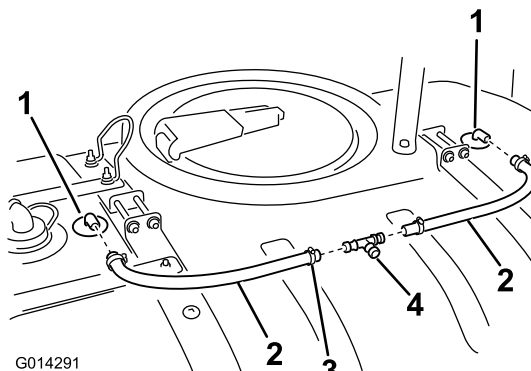

Рисунок 21
2. Установите на конец каждого шланга по шланговому хомуту (Рисунок 21).
3. Установите шланг на штуцер промывочного сопла (Рисунок 21).
2. Подсоедините к тройнику открытые концы уже установленных шлангов промывочных сопел, как показано на (Рисунок 21).